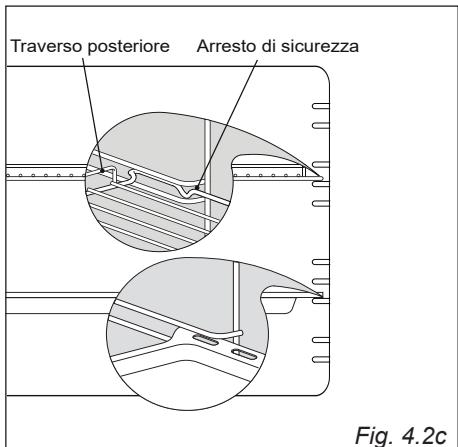

Fig. 4.2c
- Infilare in mezzo alle guide dei telai laterali la leccarda e la griglia come in (fig. 4.2c). La griglia va montata in modo che l'arresto di sicurezza, che ne evita l'estrazione accidentale, sia rivolto verso l'interno del forno; il traverso posteriore deve essere rivolto verso l'interno della cavità.